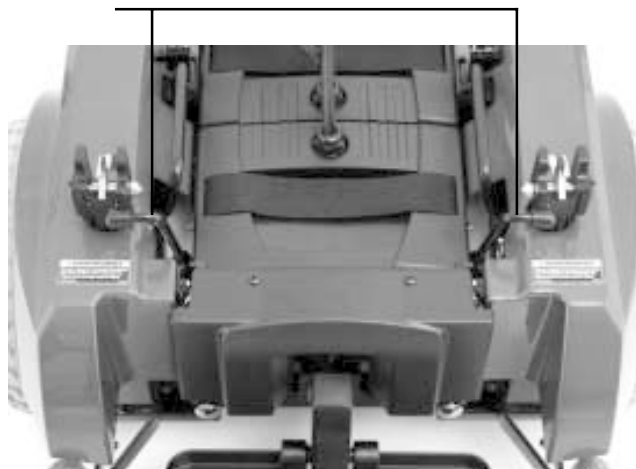

Figura 6. Modo manual
2. Gire hacia el exterior las palancas del modo manual para desembragar los motores de conducción y accionar el modo rueda libre de su silla motorizada (figura 6).